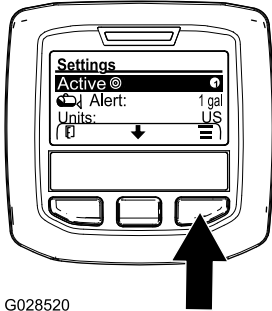

Bild 59
2. Drücken Sie die mittlere Auswahltaste, um die aktive Einstellung für die Dosierung zu markieren (Bild 59).
3. Drücken Sie die rechte Auswahltaste, um zwischen der Dosierung 1 und 2 zu wechseln (Bild 59).